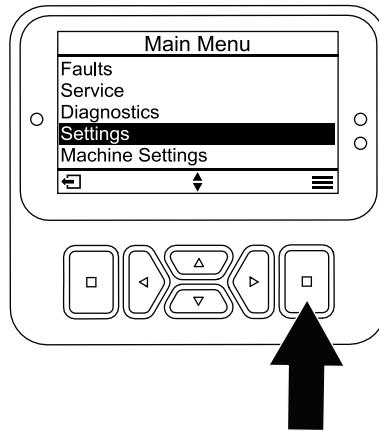

Рисунок 24
1. Прокрутите вниз MAIN MENU (Главное меню) до меню SETTINGS (НАСТРОЙКИ) и нажмите кнопку для выбора (Рисунок 24).